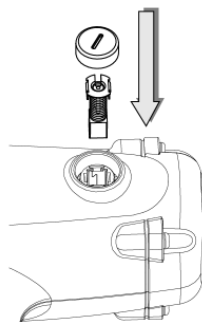

Fig. 5
- Plaats de nieuwe koolstofborstel en plaats het paneel terug op de behuizing. Neem hierbij de juiste volgorde in acht (fig. 5).